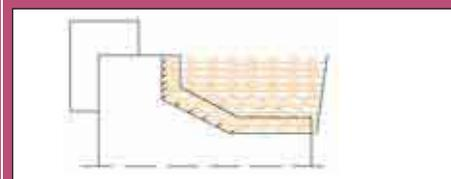

Рис. 19
*Использовать цикл = ДА* (рис. 19)